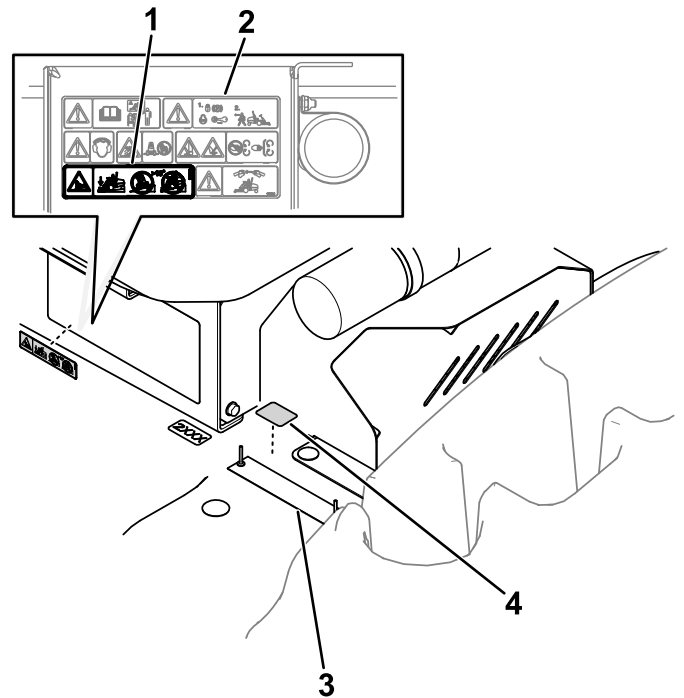

図 14
2. シリアルプレートの上に図 14に示すように貼り付ける。
3. 図 14に示すように、警告デカルの所定領域に貼り付ける。
**重要** 図 14に示す貼り付け場所にごみや水分がないことを確認してください。